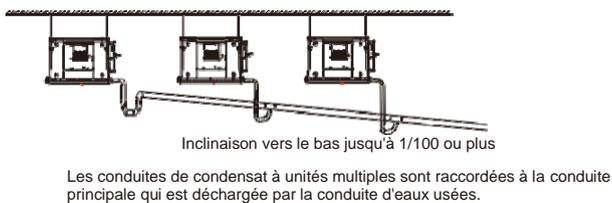

Figure 5.2a (sans pompe à eau)
- Installez la tuyauterie de condensat tel qu'illustré à la figure 5.2a (sans pompe d'évacuation) et à la figure 5.2b (avec pompe d'évacuation). La sortie de la conduite de condensat ne doit pas être supérieure à la hauteur d'évacuation de l'eau, assurant une pente descendante de plus de 1/100.